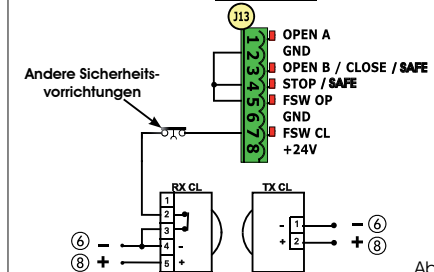

Abb. 5
Das elektrische Gerät ist mit einem integrierten Decodiersystem (DS, SLH, LC/RC) mit zwei Kanälen ausgestattet, dem so genannten OMNIDEC. Mit diesem System können mittels eines zusätzlichen Empfängermoduls und Funksteuerungen derselben Frequenz (Abb. 5 Bez. ①) sowohl die vollständige (OPEN A) als auch die Teilöffnung (OPEN B) der Automation gespeichert werden.